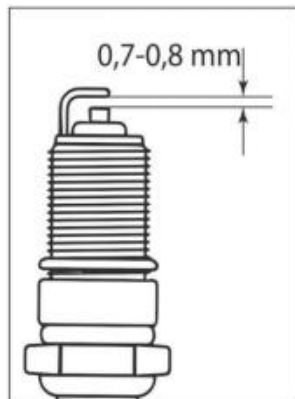

Fig. 27
7. Prüfen Sie den Abstand zwischen der Masseelektrode und der Mittelelektrode mit einer speziellen Sonde. Stellen Sie den Abstand gegebenenfalls auf 0,7–0,8 mm ein (Abb. 27).